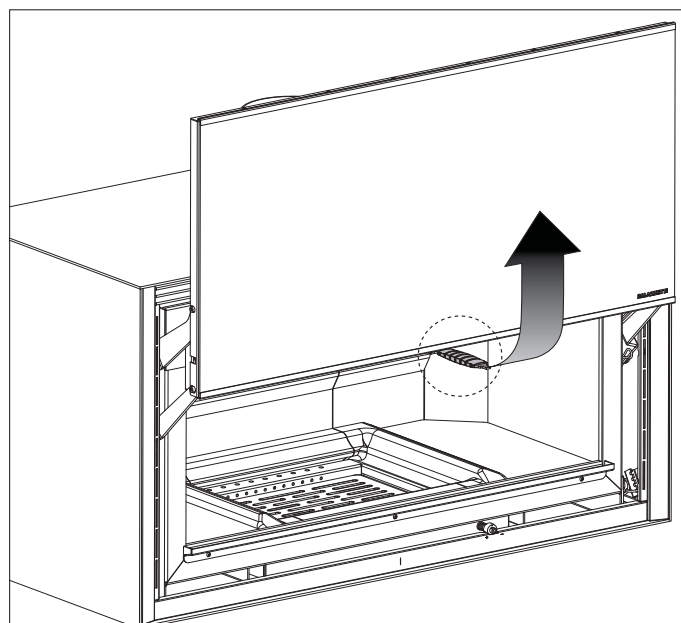

fig. 6.2
- abrir la puerta del fuego introduciendo la llave en dotación en el gancho de abertura central (fig. 6.2), y tirando hacia sí mismo. ¡Atención! un sistema dotado de muelles tenderá a levantar automáticamente la puerta.